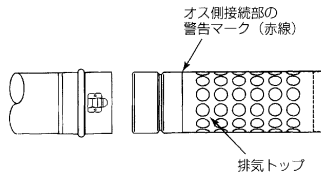

図6
- 2) 排気トップとKPパイプの接続は、オス側接続部の警告マーク（赤線）のところで、十分に差し込んでください。図6を参照してください。確実に接続されると「カチット」音がします。
① KPパイプ接続時のご注意
- KPパイプを接続する時は、オス側接続部の警告マーク（赤線）のところで、十分に差し込んでください。確実に接続されると「カチット」音がします。図6を参照してください。
② 排気筒の固定方法